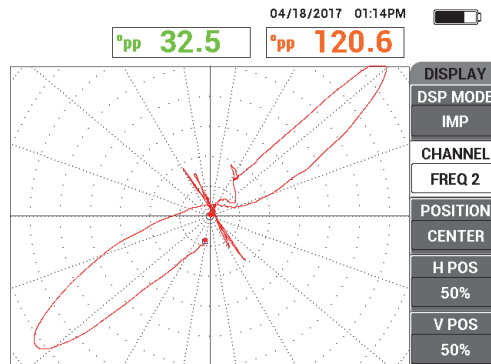

Abbildung 5-198 Geprüfte Gesamtlänge des Rohrs
4. Prüfen Sie langsam die gesamte Länge des Rohrs und drücken Sie die Direktzugriffstaste FREEZE (❄), wenn Sie fertig sind (siehe Abbildung 5-198 auf Seite 286).